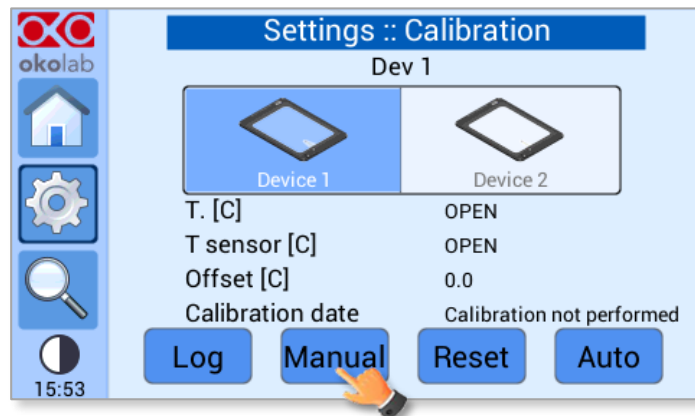

Figure 39. Étalonnage manuel des dispositifs chauffants. Comment démarrer l'étalonnage manuel
- 2 Appuyez sur *Manual* (Manuel) comme indiqué dans la Figure 39